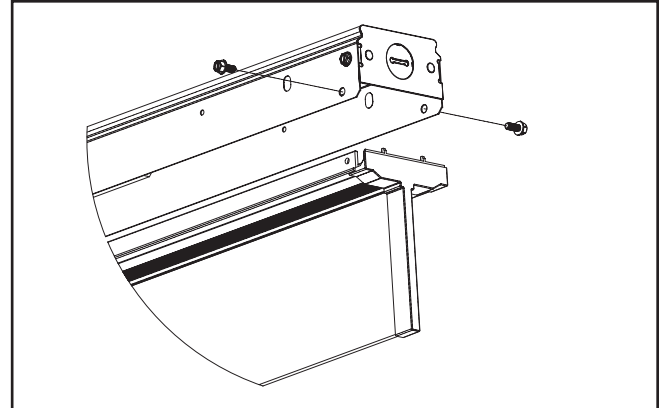

Figura 1.
2. Retire los 4 tornillos en tenencia la del disipador de calor a el canal, 2 tornillos en cada extremo de la luminaria (Figura 1). Permita que la unidad del disipador de calor cuelgue de los amarres.